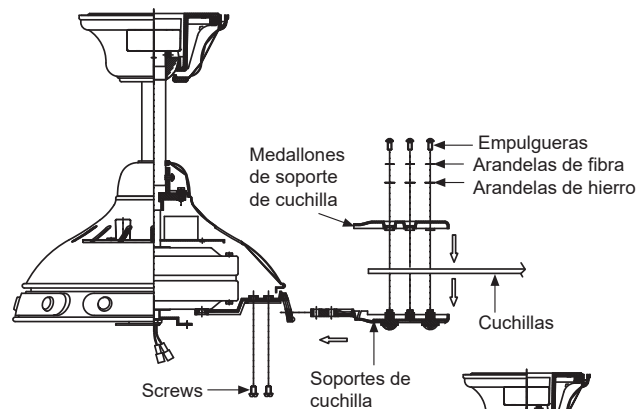

Fig. 17
Paso 1. Coloque una cuchilla entre un soporte de cuchilla y un medallón de soporte de cuchilla. Fije las tres piezas con los tornillos, arandelas de fibra y arandelas de hierro provistas. (Fig. 17)
Paso 2. Fije cada conjunto de cuchillas al motor usando dos tornillos de montaje para cada conjunto de cuchillas. (Fig. 17) **NOTA:** Asegúrese de que estos tornillos de montaje estén bien apretados.